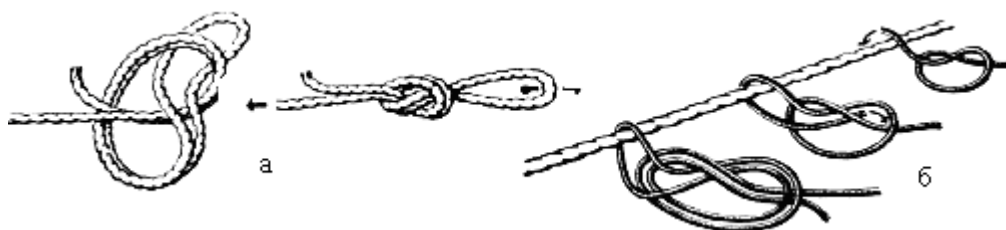

Рис. 5. Вузол «провідника»: а – петлею, б – одним кінцем
**Завдання 5.** Навчитися в'язати вузли петель: провідник (рис. 5).